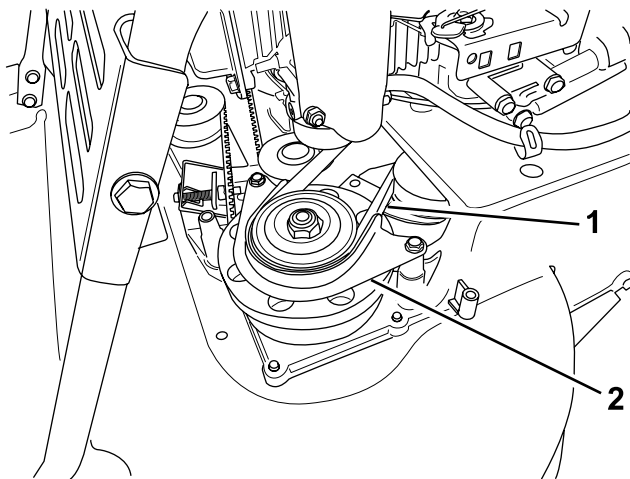

Figure 46
7. Déposez la protection de la courroie du BBC (Figure 46).